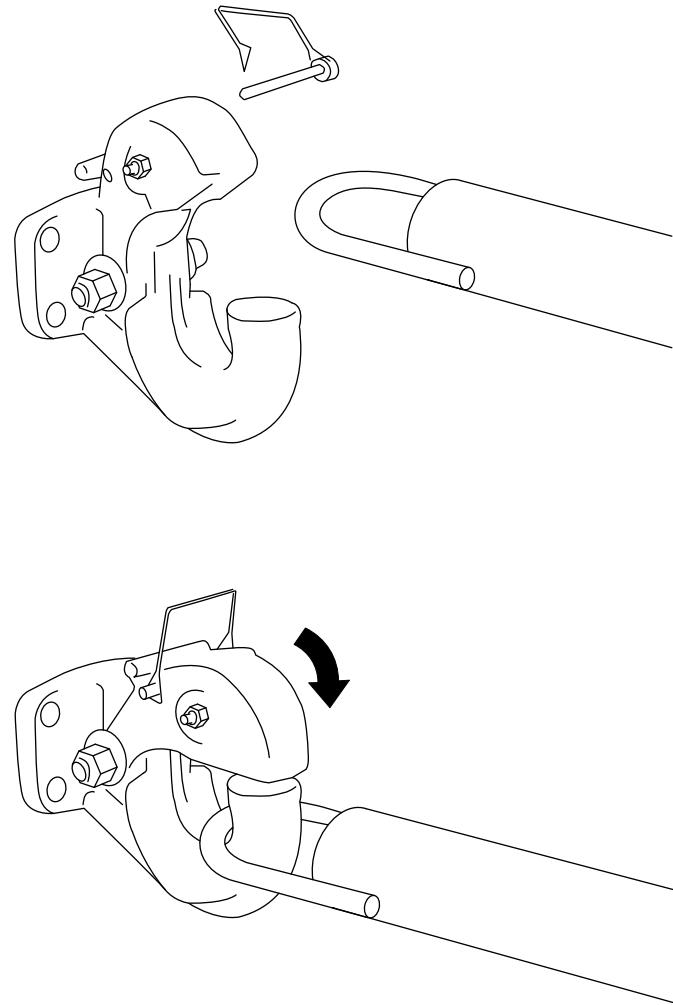

Figura 19
- Retire el pasador del gancho de arrastre y abra el gancho (Figura 19).
- Coloque la argolla de la barra de tracción sobre el gancho de arrastre (Figura 19).
- Cierre el segmento superior del gancho de arrastre y sujetelo con el pasador (Figura 19).